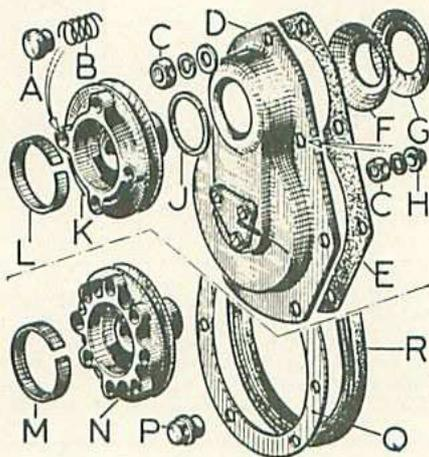

Fig. 3. — Détail du montage de la poulie et du couvre-engrenage
- Vérifier si la poulie est équipée de sa bande de frottement (L) (fig. 3) ainsi que de ses plots de friction (A) et de leurs ressorts (B).
- Retirer les plots (A) de friction et leurs ressorts (B) (fig. 3) logés dans les alvéoles de la poulie (K) ou (N) et tirer celle-ci vers l'avant. Le segment d'étanchéité (J) reste sur la poulie, ainsi que la bande de frottement (L).
- Débrancher le fil du mano-contact et déposer les sept écrous (C) fixant le couvre-engrenage sur les goujons du carter moteur. Sur l'un de ceux-ci, retirer la patte d'attache du reniflard. Décoller le couvre-engrenage à l'aide d'un tournevis et récupérer les déflecteurs (F) et (G) du carter et du pignon.
- Décoller le joint (E) et gratter le plan de joint sur le carter.
**NOTA.** — Avant remontage, vérifier l'état du segment d'étanchéité (J) et au besoin le remplacer.
- Retirer les huit plots (A) et les huit ressorts (B) (fig. 3) logés dans les alvéoles de la poulie (N), tirer celle-ci vers l'avant. Le segment (J) et la bague de frottement (M) restent sur la poulie.